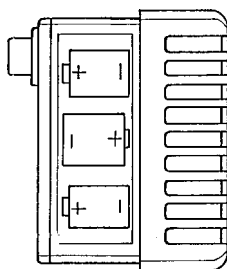

Fig. 3
3. Monter le nouveau jeu d'accus et fermer le bac en ordre inverse (fig. 3).